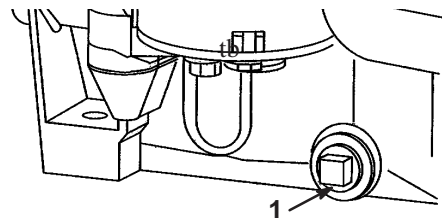

Figure 19
4. Placez un bac de vidange sous le goulot de remplissage/jauge et enlevez le bouchon de vidange (Fig. 19).